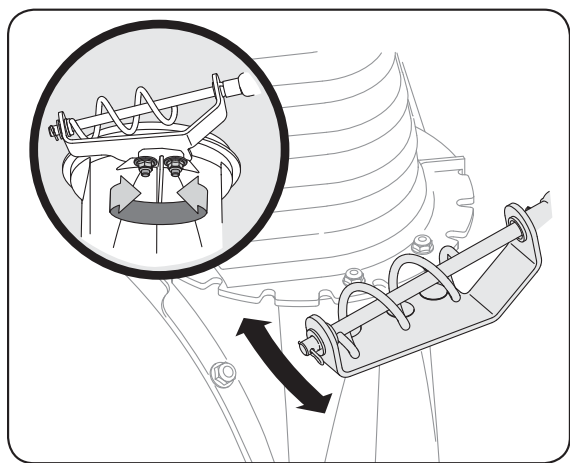

Figure 3-5
- Desserrez mais n'enlevez pas le support de la goulotte afin d'attacher l'ensemble de la goulotte. Voir la Figure 3-5.